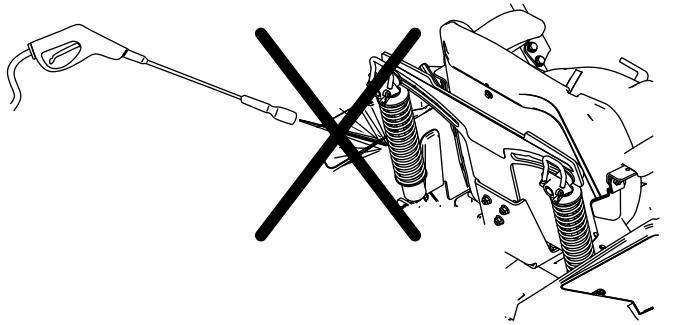

Figura 80
**Nota:** No limpie los conjuntos de amortiguador con agua a presión (Figura 80).